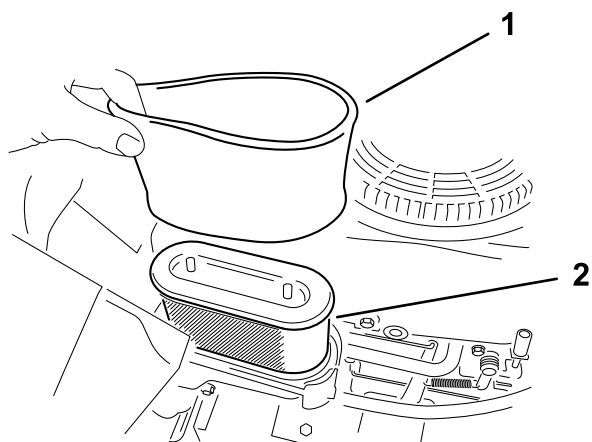

Рисунок 39
5. Осторожно извлеките фильтрующие элементы из пеноматериала и бумаги из корпуса воздухоочистителя (Рисунок 39).
Примечание: Замените бумажный элемент, если он очень грязный (Рисунок 39).
1. Установите фильтр из пеноматериала на бумажный фильтр (Рисунок 39).